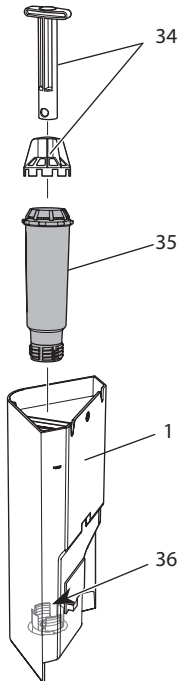

Abb. 19: Wasserfilter ein- oder ausschrauben
7. Setzen Sie einen neuen Filter in den Wassertank ein (siehe *Abb. 19*).
2. Entfernen Sie den Wasserfilter (siehe *Abb. 19*).